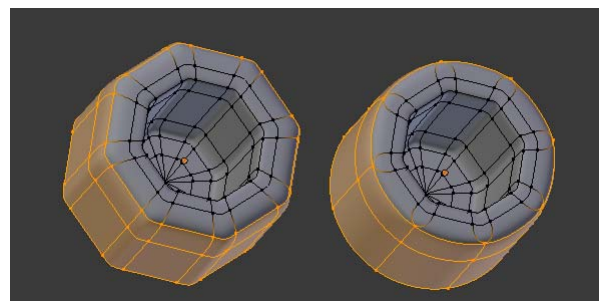

Figura 5.48
4. Seleccione agora todos os vértices das arestas que deseja arredondar, **[C]**, e elimine os vértices duplicados, **[W] > Remove Doubles**, dando assim a forma desejada à malha, figura 5.48.